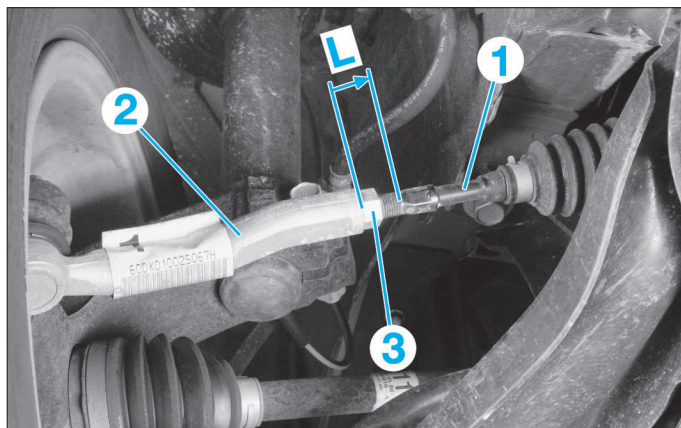

FIG. 14
- Mesurer la longueur (L) des filets de la biellette (1) par rapport à la rotule (2) de direction (fig. 14).
- Débloquer le contre-écrou (3) de la rotule de direction (2).